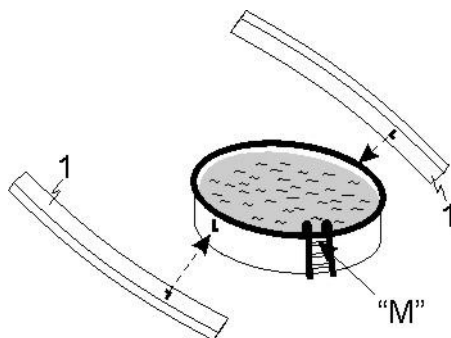

Abb.1.1
Schritt 1: Markierungen am Schwimmbaden (Abb. 1.1 und 1.2)
Als nächstes werden laut Tabelle die Abstände „L“ für die beide „C“ Profile (1) in beiden Richtungen vom Ausgangspunkt >M< abgemessen (Abb. 1.1). Bei **ovalen** Becken befinden sich die „L“ Punkte genau in der Mitte beider Rundungen.
Das kürzere Ende gemessen vom „L“ liegt näher der Einstiegsleiter (Abb. 1.1).